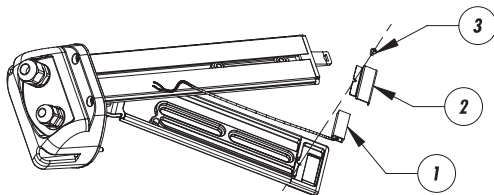
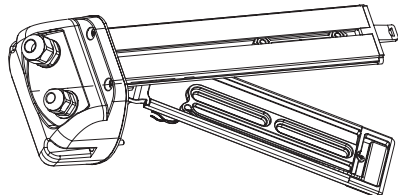

Fig. 1
Fig. 2
- Rimuovere il corpo della custodia svitando le viti poste sul fondo posteriore e far ruotare la slitta interna in modo da permettere il fissaggio in sequenza della resistenza PTC (1), del supporto di fissaggio (2) e la vite di fissaggio (3) (Fig. 1). Posizionare i cavi della resistenza sotto la slitta interna della custodia (Fig. 2).
- Retirer le corps du caisson en dévissant les vis placées sur le fond postérieur et faire pivoter la glissière interne pour permettre la fixation en séquence de la résistance PTC (1), du support de fixation (2) et de la vis de fixation (3) (Fig. 1). Positionner les câbles de la résistance sous la glissière interne du caisson (Fig. 2).
- Remove the housing body by unscrewing the screws on the rear cover plate and rotate the inner slide so that the PTC resistance (1), the fixing support (2) and the fixing screws (3) can be attached in sequence (Fig. 1). Position the resistance cables under the inner slide of the housing (Fig. 2).
- Entfernen Sie den Gehäusekorpus durch Abnahme der Schrauben in der hinteren Abdeckplatte, dann den internen Schlitten drehen, damit sich nacheinander befestigen lassen: Der Widerstand PTC (1), die Halterung (2) und die Befestigungsschraube (3) (Fig. 1). Die Kabel des Heizwiderstandes werden unter dem internen Gehäuseschlitten untergebracht (Fig. 2).